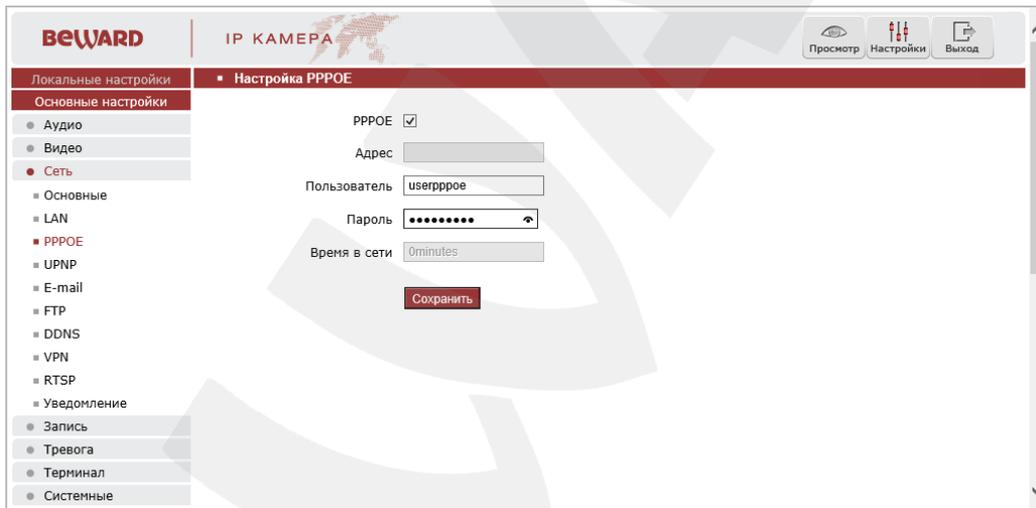

Рис. 6.2
**Шаг 3:** в текстовых полях **[Пользователь]**, **[Пароль]** введите значения, полученные от Интернет-провайдера (Рис. 6.2).
После подключения IP-камеры к выделенной сети Ethernet, она будет доступна в сети Интернет под IP-адресом, присвоенным ей Вашим провайдером и отображаемым в поле **[Адрес]** (см. Рис. 6.2).